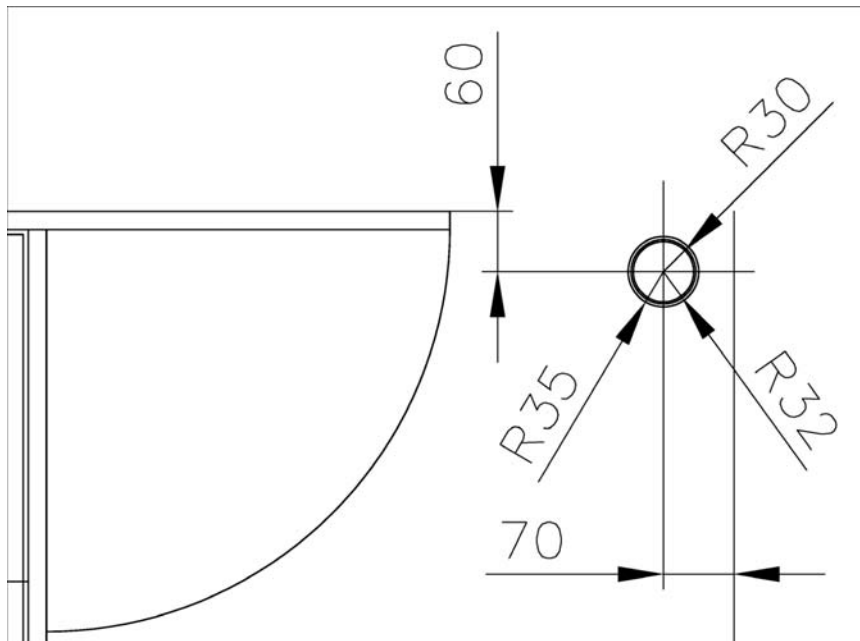
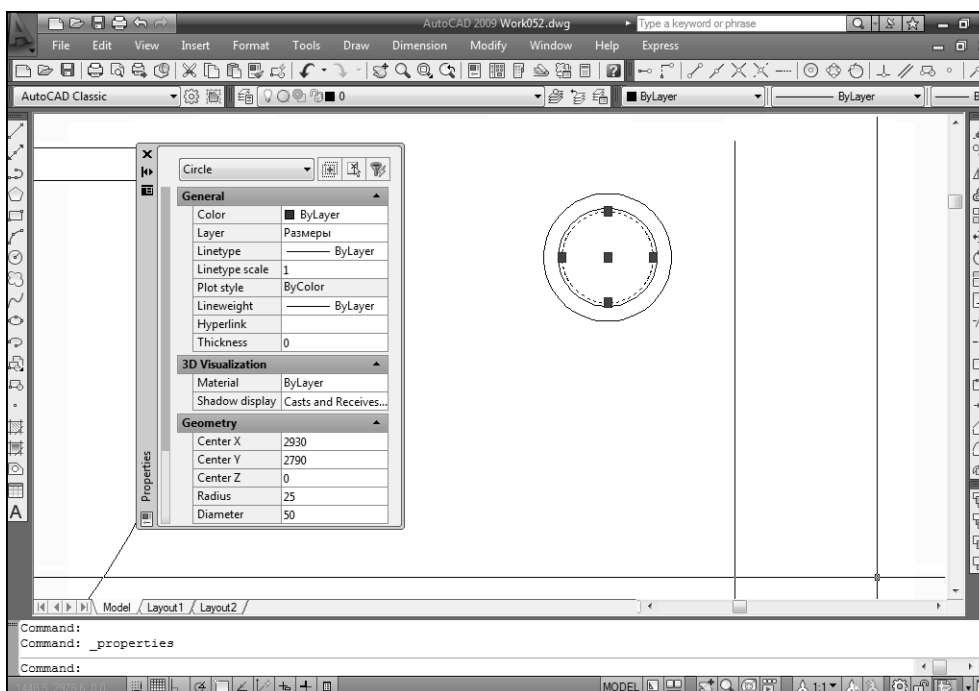

Рис. 5.36. Размеры боковой опоры и расположение ее на чертеже
Рис. 5.40. Панель Properties позволяет просмотреть и изменить свойства выделенного объекта
Осталось создать чертеж основной опоры (см. рис. 5.1), который должен находиться в правом верхнем углу рабочей зоны. Как видно из рис. 5.36, эта опора имеет диаметр трубы 60 мм и, соответственно, диаметр монтажного кольца 64 мм. Наружный же диаметр монтажного кольца равен наружному диаметру монтажного кольца декоративных опор большой и малой тумб, созданных нами на предыдущем этапе. Воспользуемся этим обстоятельством и просто скопируем три окружности в правый верхний угол чертежа рабочей зоны, а затем модифицируем свойства двух внутренних окружностей.
самым вы с помощью режима Temporary Track Point укажете, что точка, которая будет использоваться в качестве базовой для режима Snap From (Смещение), должна находиться на 60 мм ниже базовой точки, выбранной для режима Temporary Track Point (см. рис. 5.36).
Нам осталось модифицировать две внутренние окружности, чтобы привести их диаметры в соответствие рис. 5.36.
2. Щелкните на кнопке Properties (Свойства) панели инструментов Standard (Стандартная) (эта кнопка находится справа от кнопки Zoom Previous (Показать предыдущий) (☐)). В левой части окна AutoCAD появится панель Properties, которую можно перетащить за вертикальный заголовок в любое место экрана, как показано на рис. 5.40.
3. Как видно из рис. 5.40, в верхней части панели **Properties** (Свойства) имеется раскрывающийся список, в котором отображается тип выделенного объекта (в данном случае — **Circle** (Круг)). Найдите в разделе **Geometry** (Геометрия) панели **Properties** элемент **Radius** (Радиус) и щелкните на его значении, а затем введите **30** (см. рис. 5.36) вместо текущего значения **25**.